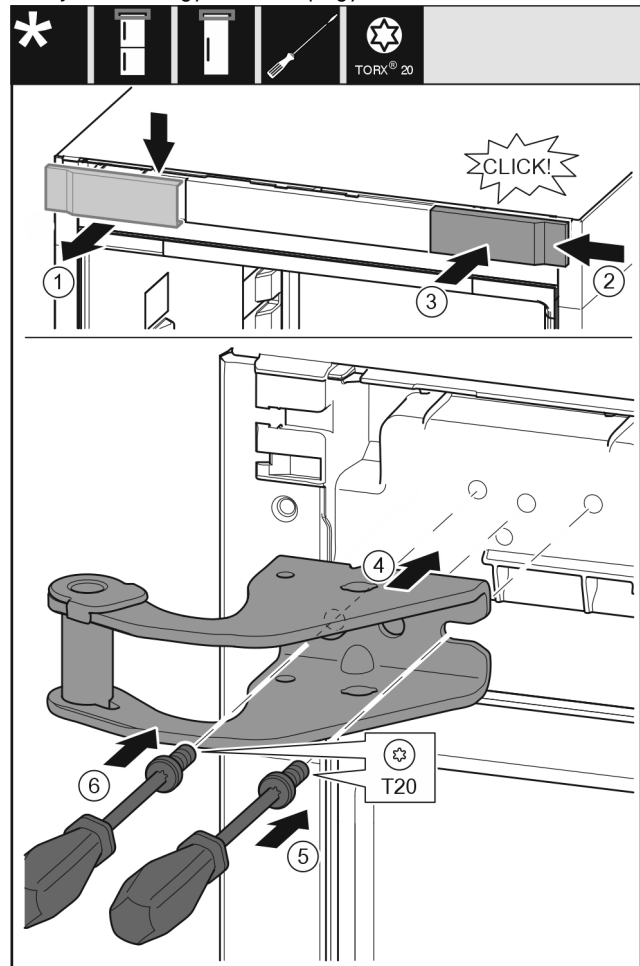

Fig. 10
- ▶ Vegye ki felülről a fedelet Fig. 10 (1) előre felé.
- ▶ Akassza be a fedelet Fig. 10 (2) 180°-kal elfordítva a másik oldalra jobb felől.
- ▶ Pattintsa be a fedelet Fig. 10 (3).
- ▶ Helyezze fel a felső csapágybakot Fig. 10 (4).
- ▶ Helyezze fel és húzza meg a csavart Fig. 10 (5) csavarhúzóval.
- ▶ Helyezze fel és húzza meg a csavart Fig. 10 (6) csavarhúzóval.